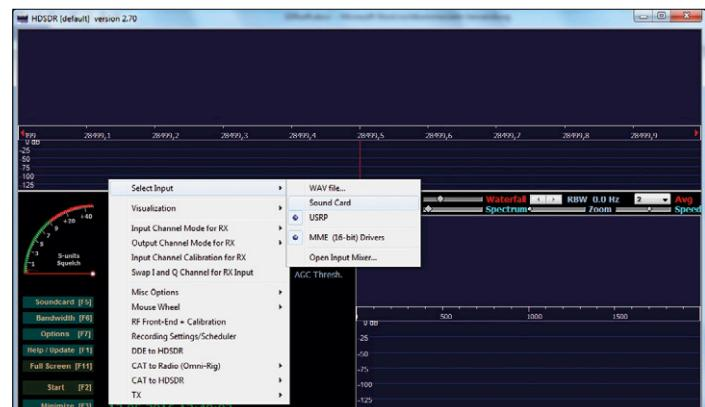

Figure 7. Sélection de la carte son pour le signal d'entrée.
Vient ensuite le choix de l'entrée. Dans le menu d'options (7), on clique sur *Select Input* pour choisir la carte son (figure 7). Avec d'autres paramètres, apparaît alors la fenêtre *Playback* que l'on peut fermer sans modification. C'est le moment de passer à la réception avec *Start*. Lors d'un prochain démarrage, il faudra de nouveau choisir l'entrée.